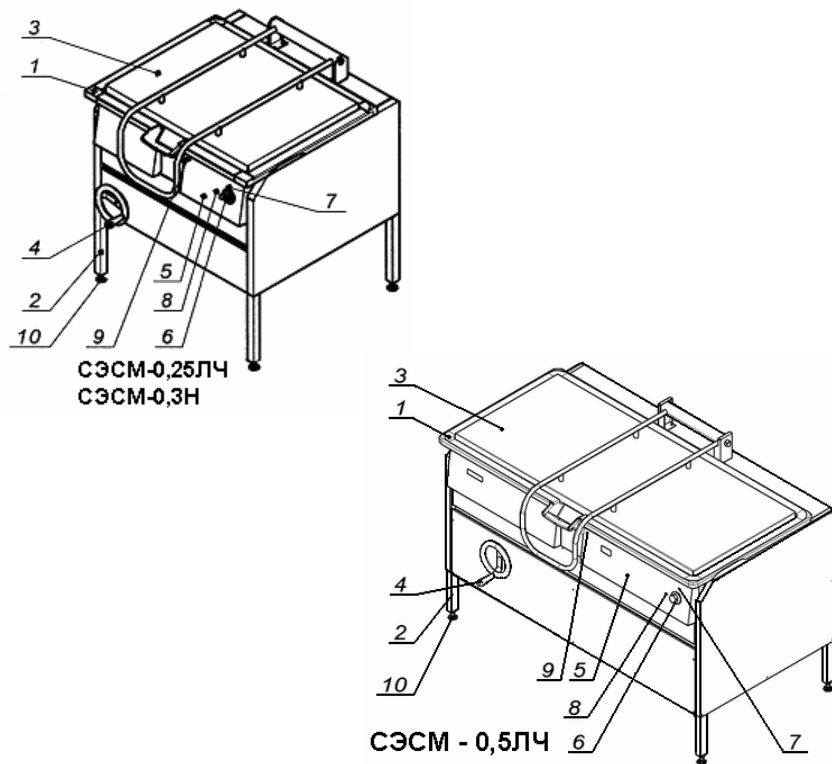
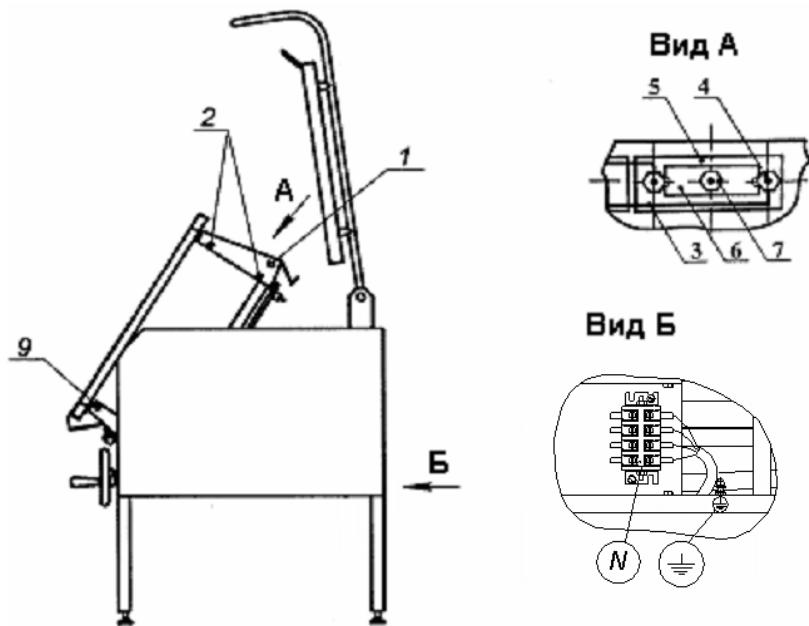

Рис.1
Рис.2
4.1 Общий вид сковород представен на рис. 1
4.2 Сковорода представляет собой прямоугольную чашу (рис.1, поз.1), боковые цапфы которой шарнирно закреплены на раме (рис.1, поз.2).
Нагрев чаши осуществляется ТЭНами, установленными под подом чаши. ТЭНы вставлены и закреплены с тыльной стороны чаши. Обслуживание и замена ТЭНов производится при открытой крышке, наклонённой в крайнее положение чаши и снятом кожухе (рис.2, поз. 1), для чего необходимо вывернуть 4 винта (рис.2, поз.2), крепящие кожух к чаше.
Сковорода оборудована терморегулятором капиллярным (рис.1, поз.6) пода чаши и сигнальными лампами (рис.1 поз.7, 8), установленными на правой лицевой панели (рис.1, поз. 5) чаши.
Лампа «сеть» (рис.1, поз.7) сигнализирует о включении сковороды в электросеть.
Лампа "работа" (рис.1, поз. 8) сигнализирует о подаче напряжения на ТЭНы.
Для удобства обслуживания, правая лицевая панель (рис.1, поз.5) может быть откинута на петлях, для чего необходимо вывернуть 2 винта (рис.1, поз.9 и рис.2, поз.9), крепящие панель к чаше.
Чаша накрывается откидной крышкой (рис.1, поз.3), снабженной пружинным механизмом, который обеспечивает легкий подъем и фиксацию крышки в открытом положении.
Слева, на раме, размещен механизм наклона чаши (рис.1, поз.4). Наклон чаши, для выгрузки продукта, осуществляется, при открытой крышке, вращением маховика по направлению стрелки "наклон". Возврат чаши в рабочее положение осуществляется вращением маховика в противоположную сторону. При наклоне чаши, с включенными ТЭНами, на угол более  $12^\circ$  от горизонтали, ТЭНы автоматически выключаются.
Регулируемые опоры (рис.1, поз.10) позволяют производить регулировку сковороды в горизонтальной плоскости и регулировку высоты сковороды в диапазоне от 840 до 860 мм.
9.5.1 Для доступа к ТЭНам, необходимо снять кожух (рис.2, поз.1), вывернув 4 винта (рис.2, поз.2).
- отвернуть гайки (рис. 2, поз. 4) и снять с ТЭНа шины (рис.2, поз.3);
- отвернуть гайку (рис. 2, поз. 7) и снять распорную планку (рис.2, поз. 6), заменить ТЭН;
9.5.2 Для доступа к датчику-реле температуры и сигнальным лампам, необходимо вывернуть два винта (рис.1, поз.9 и рис.2, поз. 9) и откинуть правую лицевую панель чаши (рис.1, поз. 5) на петлях.
6.8 Заземлить сковороду отдельным проводом. Зажим заземления расположен рядом с клеммной колодкой (рис. 2, вид Б).
6.11 Подключить клеммную колодку (рис. 2, вид Б) к электросети U = 380В согласно маркировке.